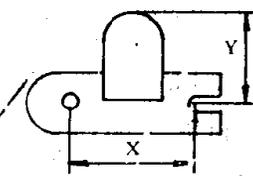

图 1-2 磁头安装尺寸
- c. 磁头安装尺寸和几个主要尺寸要相同或非常相近,如图 1-2 所示是两个最主要的尺寸。